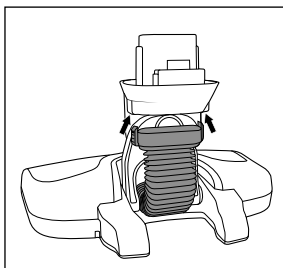

Fig. 18
- ◆ Sæt slangestykket på holderen, så oplåsningsknapperne **18** klikker på plads (se fig. 18).